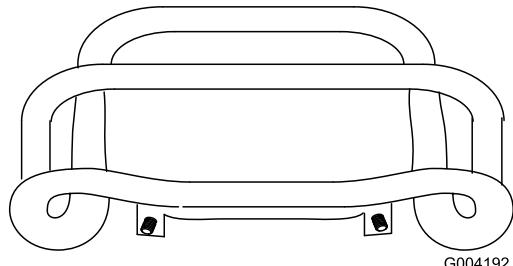

**Figura 54**
4. Si la parte delantera del control de tracción no queda enrasada con y paralela a la barra de referencia, afloje la tuerca con arandela prensada y el perno del tubo del control de tracción (Figura 54).
5. Ajuste el control de tracción hasta que quede engrasado con la barra de referencia al tirar del mismo hacia atrás del todo (Figura 54 y Figura 55).